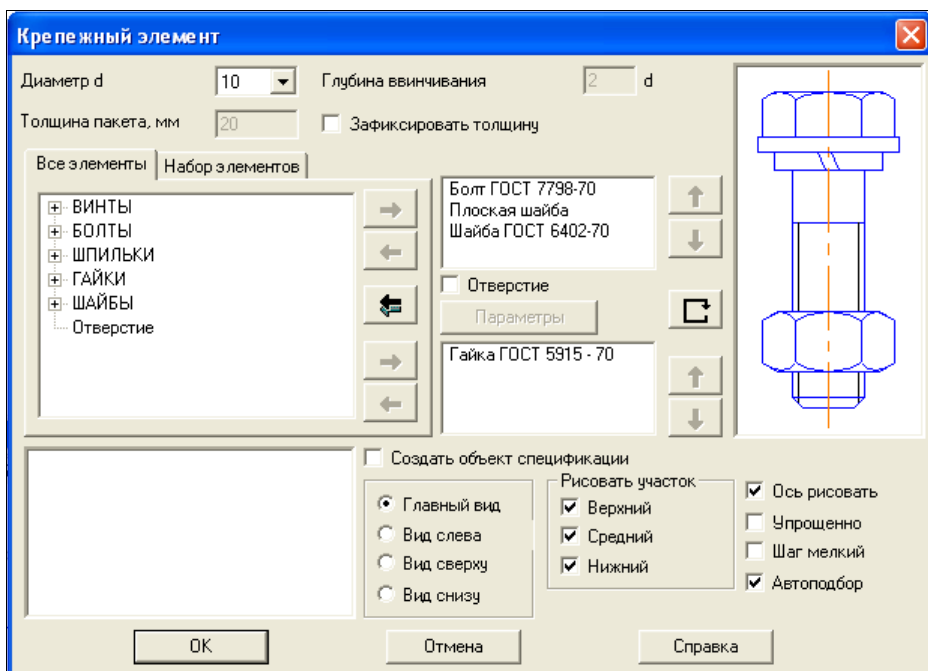

Рис. 26.47. Диалоговое окно **Крепежный элемент**
- ◆ в режиме Панель из Конструкторской библиотеки выберите команду **Крепежный элемент**. Появится диалоговое окно **Крепежный элемент** (рис. 26.47). По